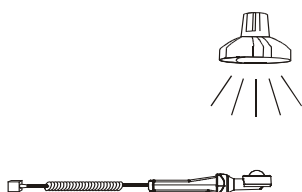

Рисунок 5.57: Позиционирование щупа люксметра
- Установите люксметр (см. *Рисунок 5.57: Позиционирование щупа люксметра*)